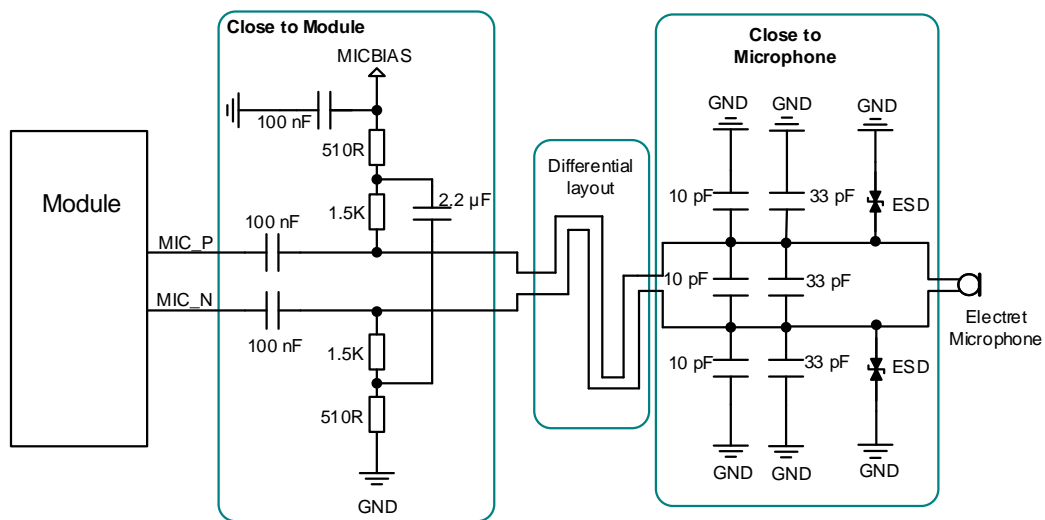
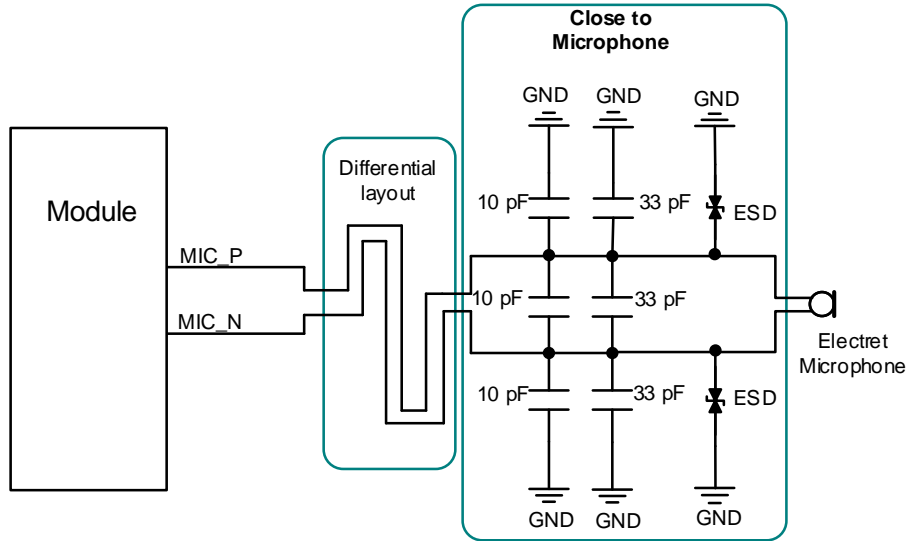

图 25: 带偏置电路麦克风接口参考电路图
图 26: 不带偏置电路麦克风接口参考电路图
2. 若选择带 GNSS 功能的模块时，模拟音频输入通道需增加外部麦克风偏置电路，且必须使用低噪声 LDO，确保 MICBIAS 供电电源为 1.8 V，可参考图 25 来设计麦克风接口电路。若选择不带 GNSS 功能的模块时，模拟音频接口无需增加外部麦克风偏置电路，可参考图 26 来设计麦克风接口电路。